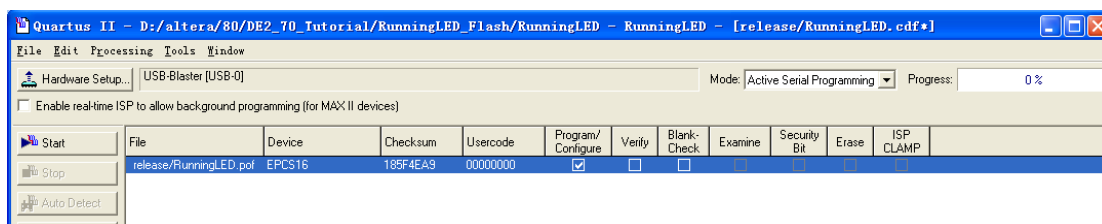

图 9-12 烧写 FPGA 配置到 Flash 图
(3) 重新添加 pof 文件，不是 sof 文件，勾上 Program/Configure，start。如图 9-12